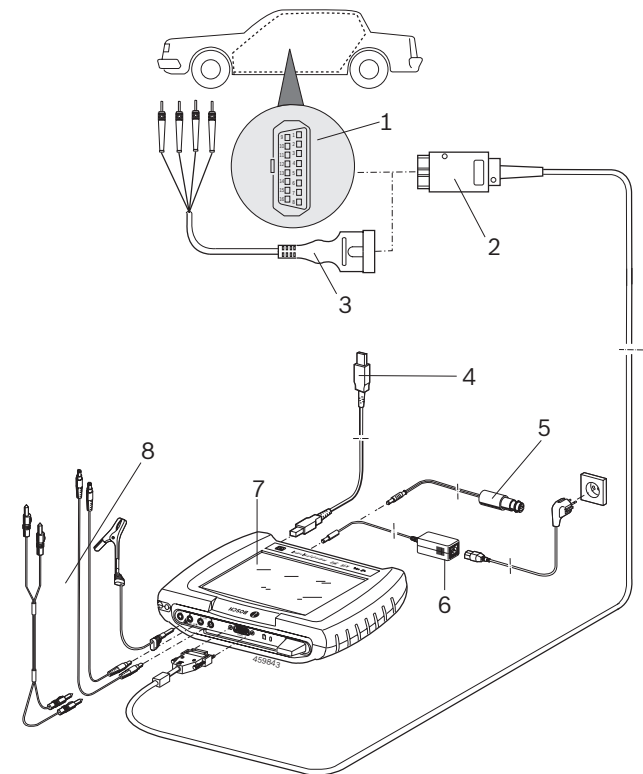

Fig. 3: Esquema de conexión del KTS 340
- cable de diagnóstico OBD (fig. 3, pos. 2) o
- del cable de diagnóstico OBD y adicionalmente a través del cable de conexión UNI (fig. 3, pos. 3; accesorios especiales) o